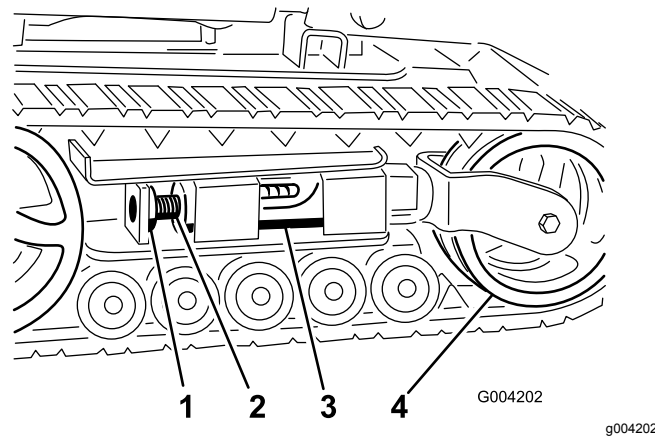
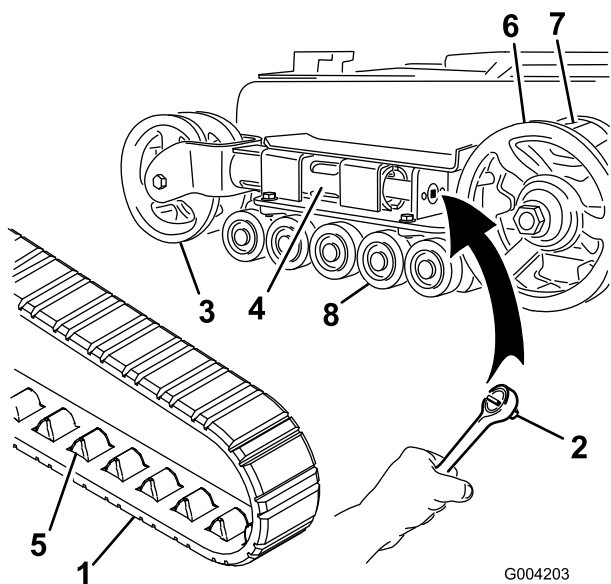
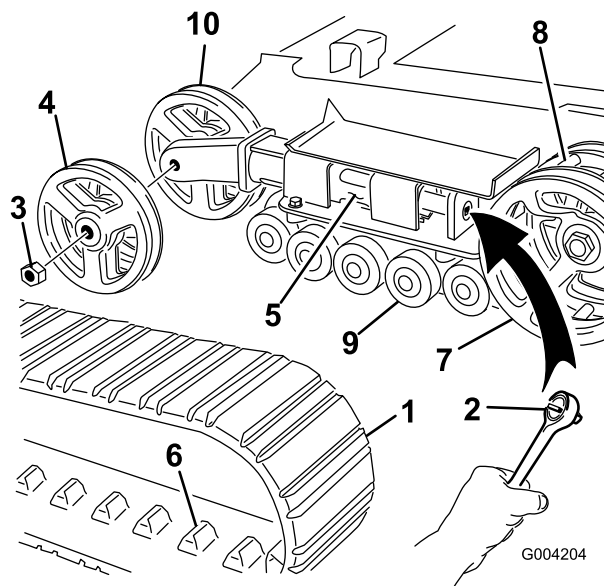

Bild 45
Bild 46
Bild 47
4. Entfernen Sie die Befestigungsschraube und Mutter (Bild 45).
6. Richten Sie die am nächsten liegende Kerbe in der Spanschraube mit dem Loch der Befestigungsschraube aus und befestigen Sie die Schraube mit der Befestigungsschraube und Mutter (Bild 45).
Hinweis: Sie haben Schmalspurketten, wenn die vorderen Spannungsräder an der Innenseite einer Gabel am Ende des Spannsrohrs montiert sind (Bild 46).
5. Lösen Sie die Antriebsspannung mit einer Ratsche ($\frac{1}{2}$ "), indem Sie die Spanschraube nach rechts drehen (Bild 45 und Bild 46).
- Drücken Sie das Spannrad zur Rückseite der Maschine, um den Druckschlauch gegen den Rahmen zu bewegen (Bild 46).
- Wenn Sie die Kette vom Spannrad entfernt haben, entfernen Sie sie auch vom Antriebsrad und den Straßenrädern (Bild 46).
- Legen Sie die neue Kette, beginnend beim Antriebsrad, um das Rad und stellen Sie sicher, dass die Stollen an der Kette zwischen die Zahnräder am Kettenrad passen (Bild 46).
- Drücken Sie die Kette unter und zwischen die Straßenräder (Bild 46).
Hinweis: Sie haben Breitspurketten, wenn die vorderen Spannungsräder an der Seite am Ende des Spannungsrohrs montiert sind (Bild 47).
- Entfernen Sie die Befestigungsschraube und Mutter (Bild 45).
- Lösen Sie die Antriebsspannung mit einer Ratsche (1/2"), indem Sie die Spannschraube nach rechts drehen (Bild 45 und Bild 47).
- Drücken Sie das Spannrad zur Rückseite der Maschine, um den Druckschlauch gegen den Rahmen zu bewegen (Bild 47).
7. Nehmen Sie die Mutter ab, mit der das äußere Spannrad befestigt ist. Nehmen Sie das Rad ab (Bild 47).
8. Nehmen Sie die Kette ab (Bild 47).
9. Nehmen Sie die Mutter ab, mit der das innere Spannrad befestigt ist. Nehmen Sie das Rad ab (Bild 47).
13. Setzen Sie das innere Spannrad ein und befestigen Sie es mit der vorher abgenommenen Mutter (Bild 47).
15. Montieren Sie die neue Kette. Achten Sie darauf, dass die Stollen in der Kette zwischen die Zahnräder in der Mitte des Antriebsrads passen (Bild 47).
16. Setzen Sie das äußere Spannrad ein und befestigen Sie es mit der vorher abgenommenen Mutter (Bild 47).
6. Setzen Sie die eingefettete Straßenradkappe auf den Schraubenkopf (Bild 46).
7. Befestigen Sie die Straßenradkappe mit dem Sprengring (Bild 46).